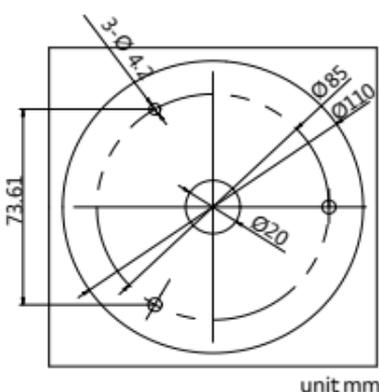

图3-1 安装贴纸
**步骤1** 把随机附带的安装贴纸贴在所要安装的墙面上，然后根据贴纸的孔位打孔，如需从墙面穿线，请在墙上开出线孔，安装贴纸如图3-1所示。